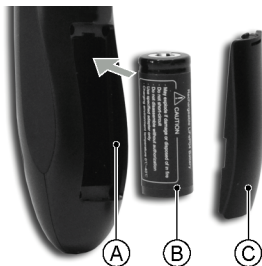

Figure 4 : insertion de la batterie en partie arrière de la tondeuse.
2. Déclipser le capot de protection de la batterie (voir Figure 4).
8. Retirer le capot d'accès au logement de la batterie (Figure 4, C). Retirer la batterie éventuellement présente dans le logement (Figure 4, A) et insérer en lieu et place la batterie rechargée (Figure 4, B) en respectant la position de la borne + (borne dirigée vers le haut). Refermer le capot (Figure 4, C).